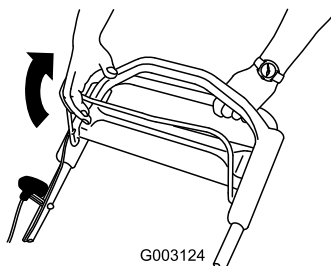

Figura 20
2. Tire de la barra de control de la cuchilla hacia el manillar (Figura 20).